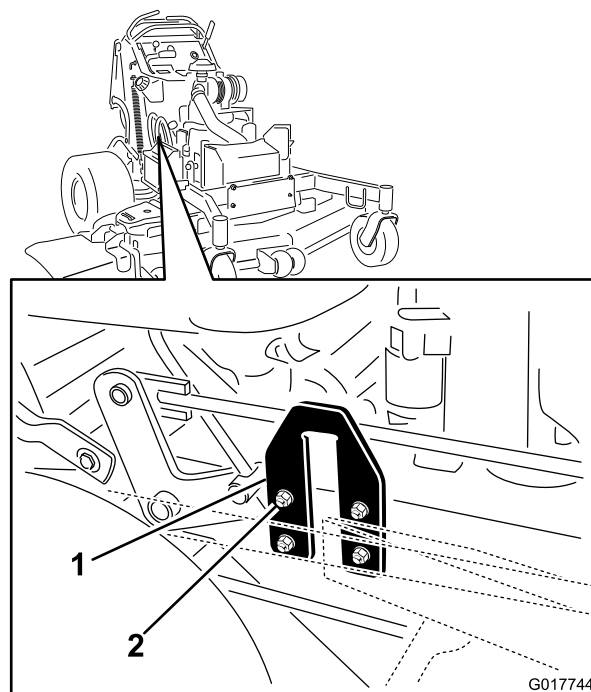

Figura 91
2. Localice las chapas con forma de U en los laterales de la carcasa del motor (Figura 91).
3. Afloje la chapa en un lado y ajústela hacia arriba o hacia abajo hasta que la diferencia entre las medidas B y C sea de no más de 6 mm (1/4 pulgada) (Figura 91).